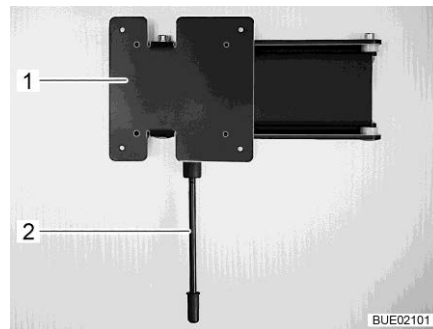

Fig. 52 Supporto a parete
- Tirare verso il basso la leva di sbloccaggio (Fig. 52,1) e ruotare il supporto (Fig. 52,2) con lo schermo piatto nella posizione desiderata.